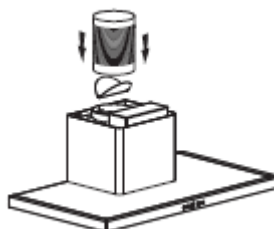

fig. 3
- Enrosque la funda extensible (no incluida) para evacuación sobre la salida del motor sin obstaculizar los movimientos de la válvula de retención.(fig. 3)
- Conecte la funda a la salida del aire hacia el exterior(fig.3).